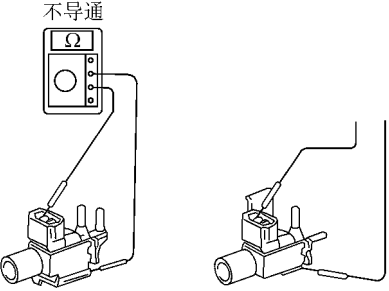

图 19-66 用欧姆表检查各端子和 VSV 体之间导通情况
(3) 检查有无短路。使用欧姆表检查各端子和 VSV 体之间的导通情况，如图 19-66 所示。它们之间都应不导通。